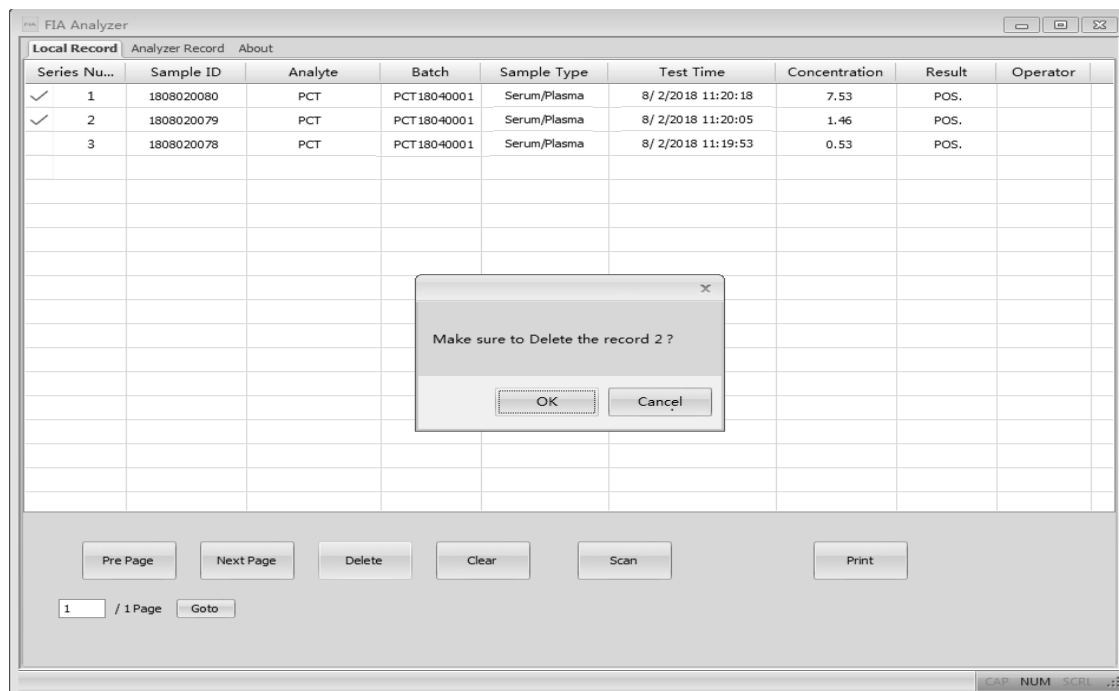

Fig. 41
- "**Delete**" : sélectionner les éléments à supprimer et cliquer sur l'onglet "**Delete**". Une invite demandant de confirmer la suppression peut apparaître (voir Fig. 41). Cliquer sur "**OK**" pour supprimer.